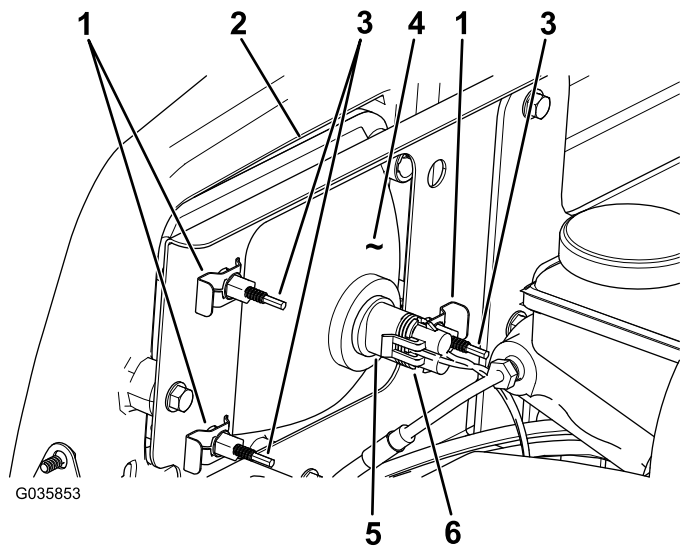

Bild 50
3. Schließen Sie den elektrischen Anschluss für den Kabelbaum vom Lampenanschluss ab (Bild 50).
4. Entfernen Sie die Schellen, mit denen der Scheinwerfer an der Scheinwerferhalterung befestigt ist (Bild 50).
5. Schieben Sie den Scheinwerfer nach vorne durch die Öffnung in der vorderen Stoßstange und entfernen Sie ihn (Bild 50).
6. Setzen Sie den neuen Scheinwerfer durch die Öffnung in der Stoßstange ein (Bild 50).
8. Schließen Sie den elektrischen Anschluss für den Kabelbaum am Lampenanschluss an (Bild 50).
2. Drehen Sie die Einstellschrauben an der Rückseite des Scheinwerfers (Bild 50), um den Scheinwerfer zu drehen und den Scheinwerferstrahl einzustellen.